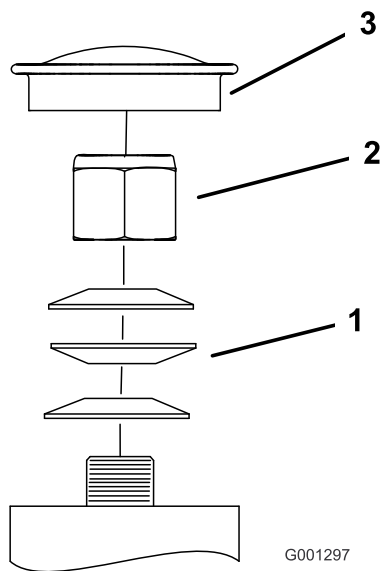

Figura 47
3. Retire el tapón guardapolvo de la rueda giratoria y apriete la contratuerca (Figura 47).
4. Apriete la contratuerca hasta que las arandelas de muelle estén planas, luego afloje la contratuerca $\frac{1}{4}$ de vuelta para establecer la precarga correcta de los cojinetes (Figura 47).
Importante: Asegúrese de que las arandelas de muelle están correctamente instaladas, como se muestra en la Figura 47.
5. Coloque el tapón guardapolvo (Figura 47).